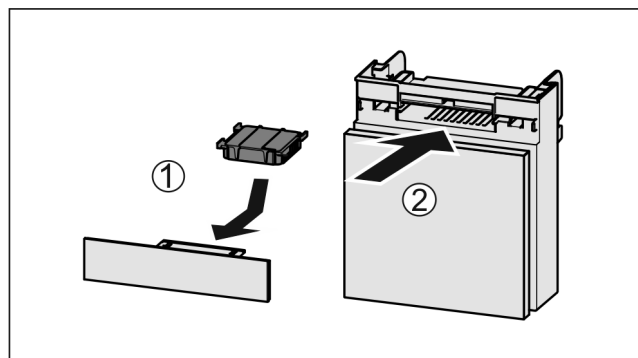

Fig. 90
- ▶ Установите фильтр с активированным углем, как показано на рисунке Fig. 90 (1).
- ▶ Вставьте отделение Fig. 90 (2).